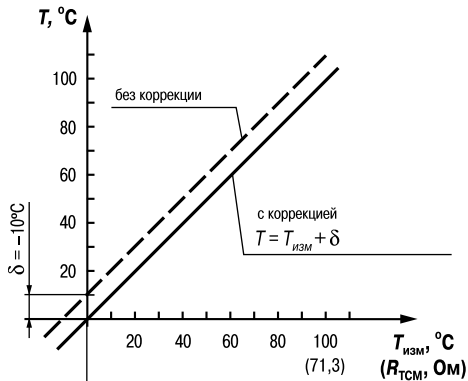

Рис. 2
3.1.4.3.2. Для компенсации погрешностей $\Delta R = R_0 - R_{0.\text{ТСМ}}$, вносимых сопротивлением подводящих проводов $R_{\text{ТСМ}}$, к каждому измеренному значению параметра $T_{\text{изм}}$ прибавляется заданное пользователем значение δ . На **рис. 2** приведен пример сдвига характеристики для датчика TCM(Cu50).